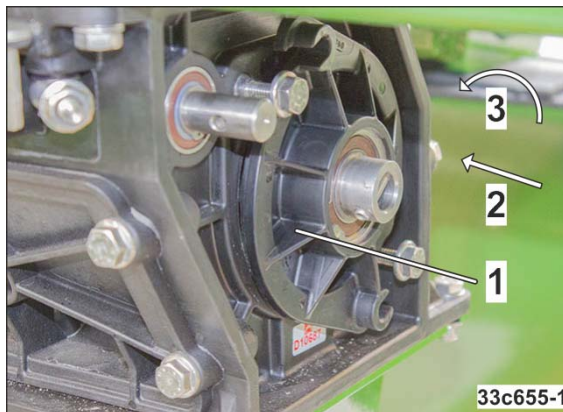

Рис. 194
5. Закройте крышку корпуса (Рис. 194/1).
6. Медленно вытяните заслонку (Рис. 194/2) из дозатора.